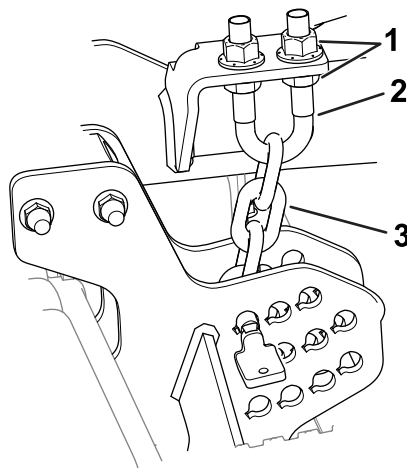

Figura 7
7. Slăbiți contrapiuliile inferioare de pe urubul în U al lanului pentru înălțime de tăiere (Figura 7).
8. Reglai piuliile (Figura 7) pentru a ridica sau a coborî partea din spate a unității de tăiere, astfel încât vârful lamei spate să fie cu 6 - 10 mm mai sus decât vârful față.